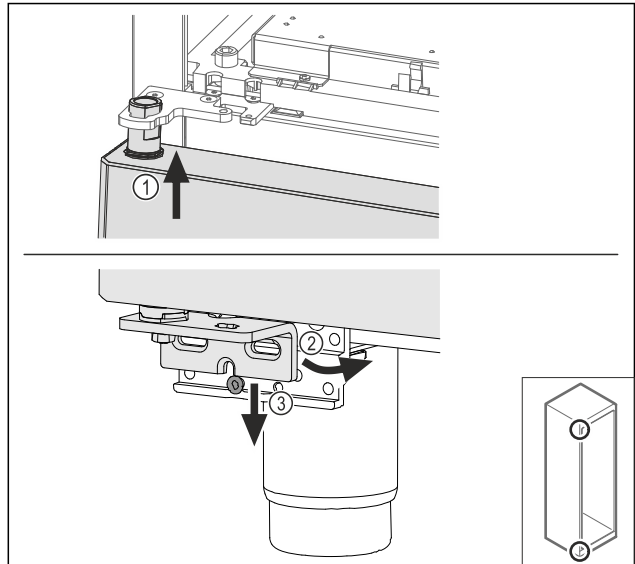

Fig. 64
- ▶ Зачепити двері зверху під нахилом Fig. 64 (1), вирівняти двері прямо Fig. 64 (2) і знизу встановити на гвинт Fig. 64 (3) опорного кронштейну.